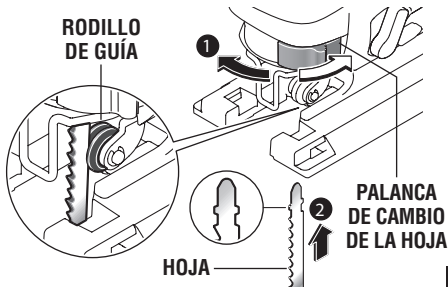

FIG. 2a
3. Inserte la hoja de sierra (con los dientes en la dirección de corte) hasta que la parte en "T" del vástago de la hoja esté completamente insertada en la abrazadera para la hoja. (Cuando inserte la hoja de sierra, el dorso de la hoja debe descansar en la ranura del rodillo de guía) (Fig. 2a).